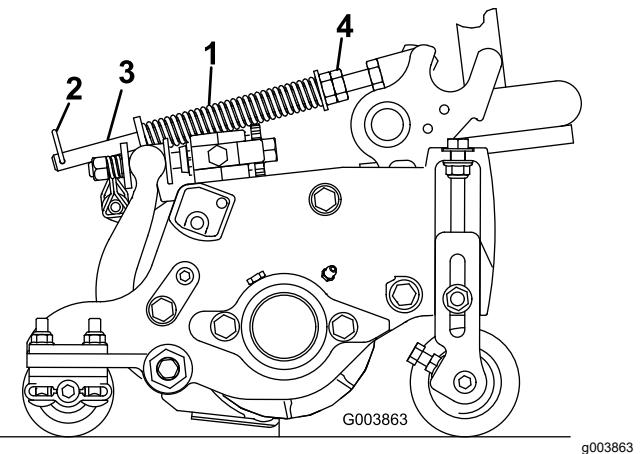

Figure 50
Le ressort de compensation (Figure 50) transfère le poids du rouleau avant au rouleau arrière. Cela évite la formation d'ondulations à la surface de la pelouse.
- Vérifiez que la goupille fendue est insérée dans le trou de la tige de ressort (Figure 50).
- Serrez les écrous hexagonaux à l'extrémité avant de la tige de ressort jusqu'à ce que la longueur du ressort comprimé soit égale à 16 cm (6,25 po); voir Figure 50).